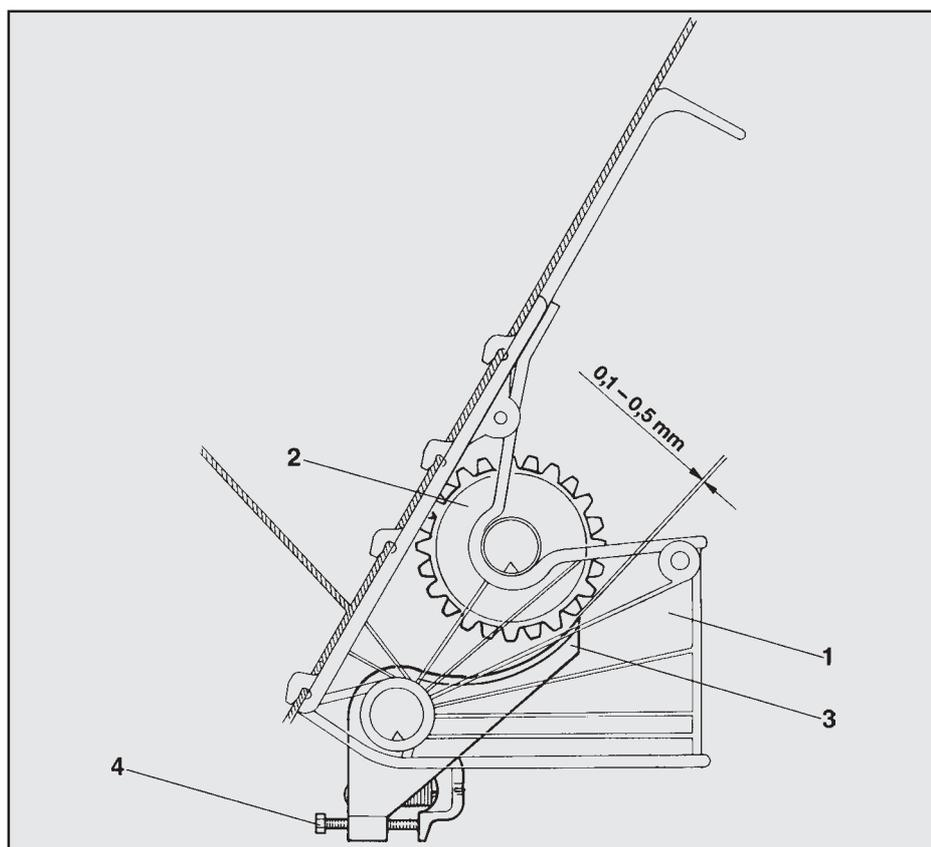

Рис. 42
- 2) Проверить, соблюдается ли предписанное расстояние от 0,1 мм до 0,5 мм (смотри рис. 42) между языком (рис. 42/3) и высевающей катушкой (рис. 42/2) каждого высевающего аппарата. При этом, проверяемую катушку необходимо провернуть вручную на высевающем валу.
- 3) При отклонениях, установить предписанное расстояние при помощи пружинного натяжного болта (рис. 42/4).